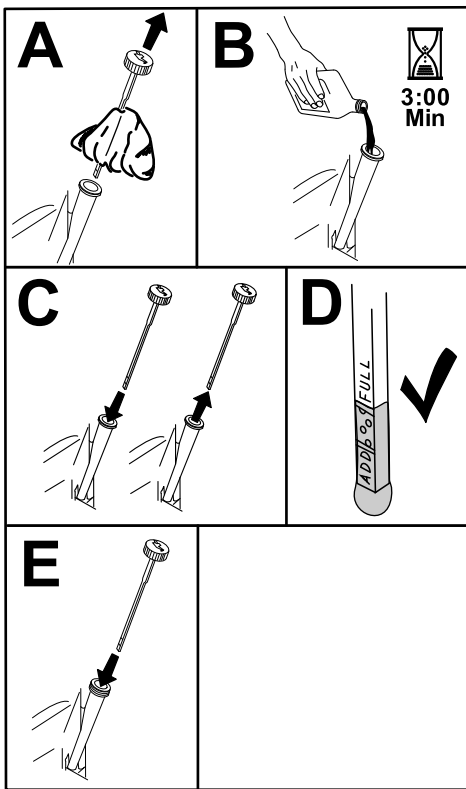

Figura 40
5. Vierta lentamente un 80 % aproximadamente del aceite especificado por el tubo de llenado, luego añada lentamente el resto del aceite hasta que llegue a la marca de Lleno (Figura 40).